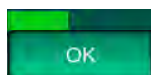

Bild 3-16 Markerad ikon *Priming*
Om en knapp skall vidröras för att fortsätta till nästa driftsfas i maskinen (t.ex. starta priming, starta behandling), är den knappen markerad med en blinkande ram (se Bild 3-16, ①).